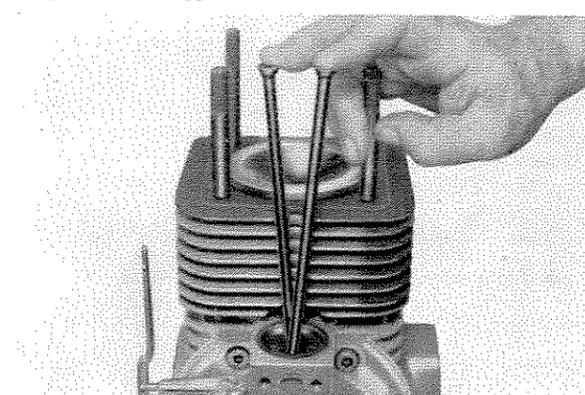

Fig. 57 - Montaggio aste punterie
- Montare la testa sul cilindro con la guarnizione metallica osservando che le aste punterie siano incrociate, cioè l'asta di aspirazione appoggia sulla punteria più vicina al cilindro e comanda il bilanciere di sinistra (guardando la scatola distribuzione); quella di scarico, dalla punteria esterna comanda il bilanciere di destra (fig. 57).